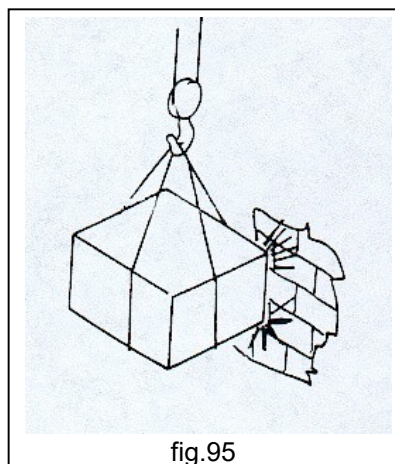

fig.95
- **NUNCA** golpee con la carga las estructuras portantes u otras máquinas e instalaciones (fig.95).